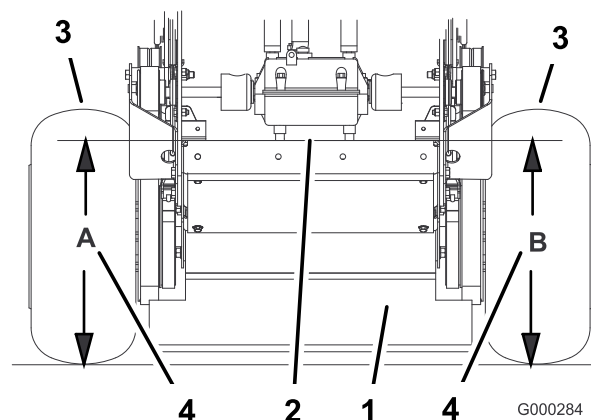

Figura 63
4. Mida la altura de la carcasa del motor en la posición A (Figura 63).
| 5. Mida la altura de la carcasa del motor en la posición B (Figura 63). | |